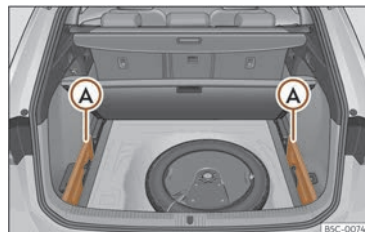

Fig. 187 În portbagaj: spațiu pentru depozitarea copertinei retractabile.
- Demontați capacele din stânga și din dreapta >>> **fig. 187** (A).